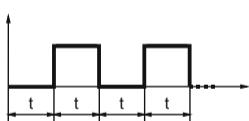

Рис.1
- циклический режим («ЛЛ» - при включении устройства исполнительное реле включается и выключается через установленное время t, рис.1),